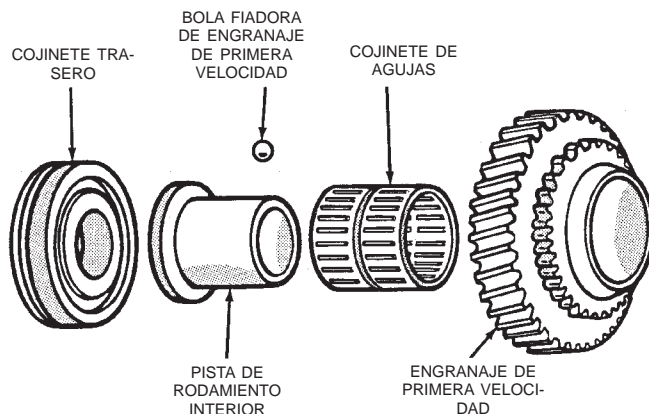

Fig. 112 Componentes del engranaje de primera velocidad
(18) Instale el cojinete de agujas del engranaje de primera velocidad en el eje transmisor (Fig. 112).
(19) Instale el engranaje de primera velocidad en el eje transmisor y sobre el cojinete.
(20) Instale la pista de rodamiento interior del cojinete del engranaje de primera velocidad en el eje transmisor y en el interior del cojinete del engranaje de primera velocidad. Haga girar la pista de rodamiento del cojinete hasta que quede instalada sobre la bola de retención.
(21) Emplace el cojinete trasero del eje transmisor en el eje transmisor. Asegúrese de que la acanaladura para el anillo de muelle en la pista de rodamiento exterior del cojinete se encuentra emplazada hacia la parte trasera del eje transmisor.
(22) Utilizando el insertador L-4507 y un maceta adecuada, inserte el cojinete en el eje transmisor.
(23) Instale el anillo de muelle en la pista de rodamiento exterior del cojinete trasero del eje transmisor.